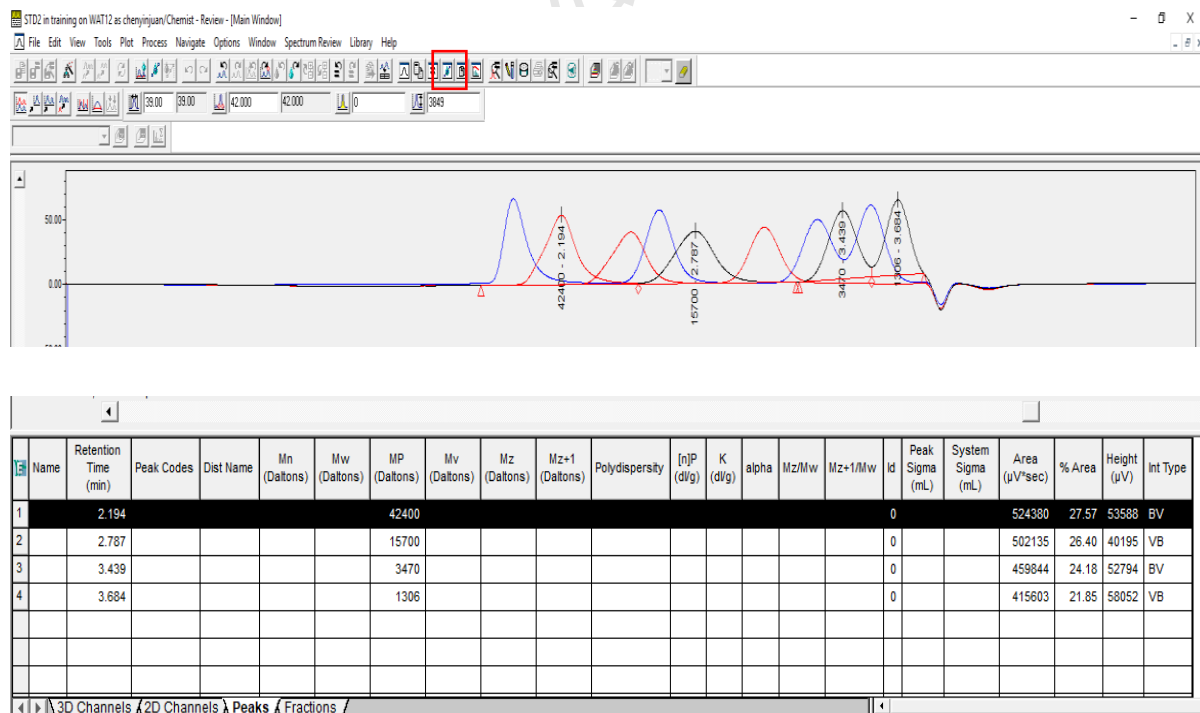
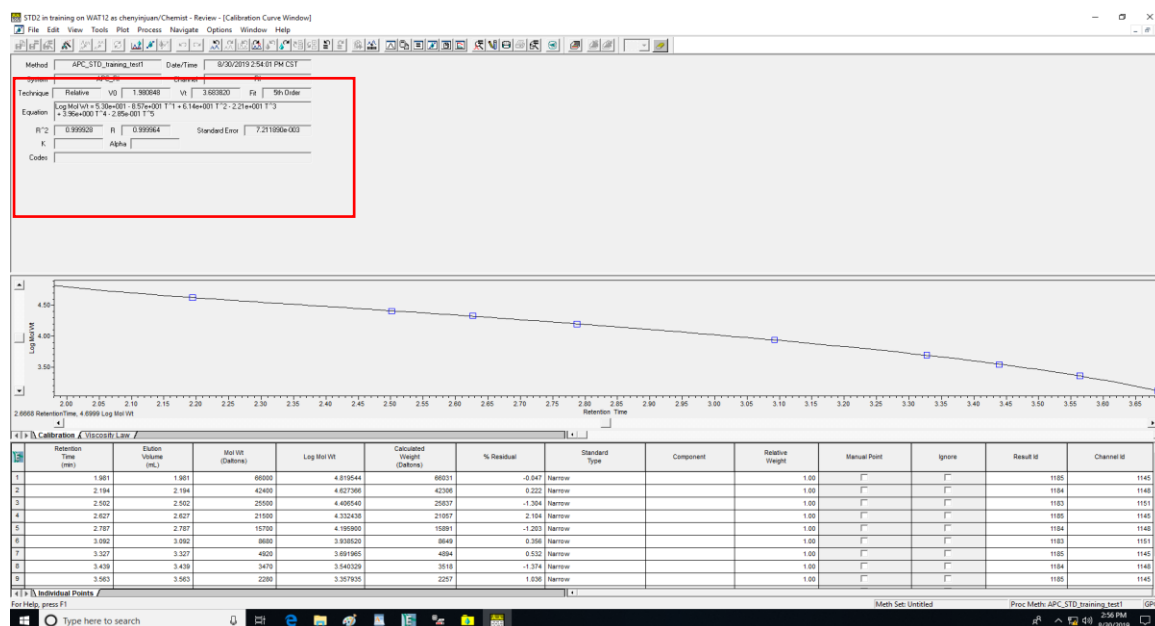

图6-57
图6-58
Step 4: 数据查看页面, Results列。选择标样行, 右键-Review, 显示结果如图6-57, 下方显示标样色谱图相关信息。点击Calibration Curve, 显示标曲方程及结果相关信息(图6-58)。